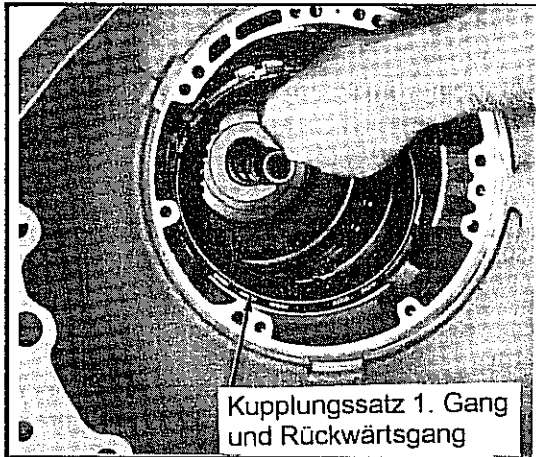

Abb. 10-53 Entfernen des Lamellenkupplungssatzes für 1. Gang und Rückwärtsgang
- Wie in Abb. 10-53 gezeigt die Stahlscheiben